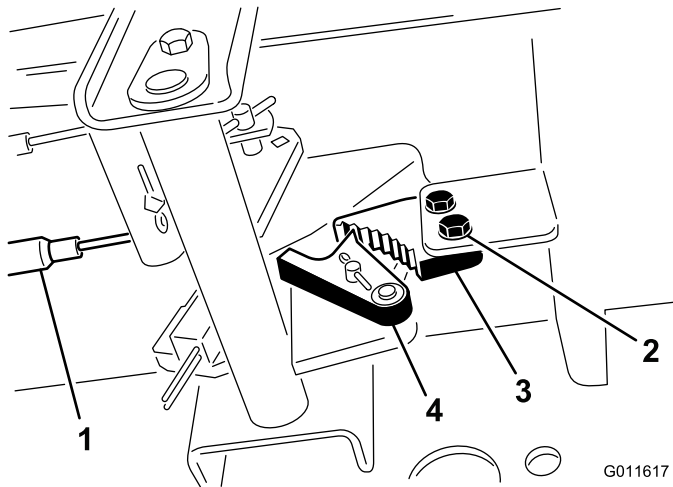

Figure 70
1. Desserrez les 2 vis qui fixent le cliquet du frein de stationnement au cadre (Figure 70).
2. Appuyez sur l'avant de la pédale du frein de stationnement jusqu'à ce que le verrou s'engage complètement sur le cliquet du frein (Figure 70).